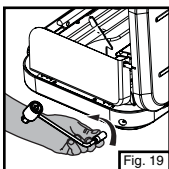

Fig. 19
- Détachez le détendeur du réchaud. (Fig. 19)